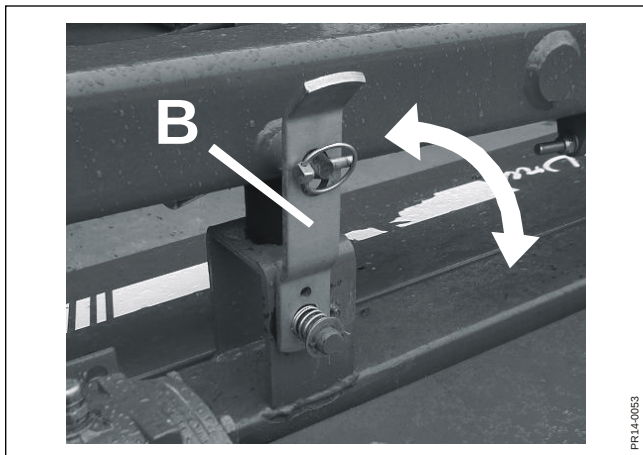

Fig. 3-7
- Fig. 3-7**
- Fig. 3-7** Relever la béquille.